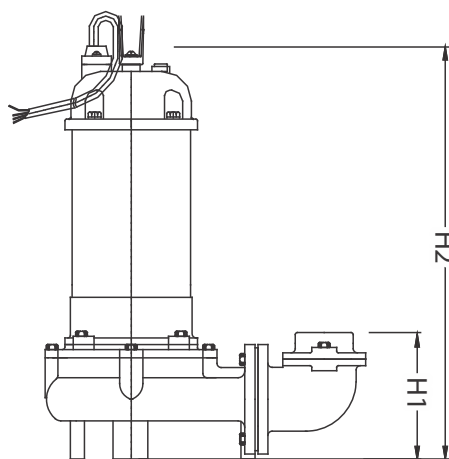

Figura 1
**⚠ ADVERTENCIA** Las bombas no automáticas no tienen el sistema de operación automática. No haga funcionar la bomba durante mucho tiempo con el nivel mas bajo de agua (H1) como se muestra en la figura 1, ya que el interruptor de corte automático dentro del motor se activará.